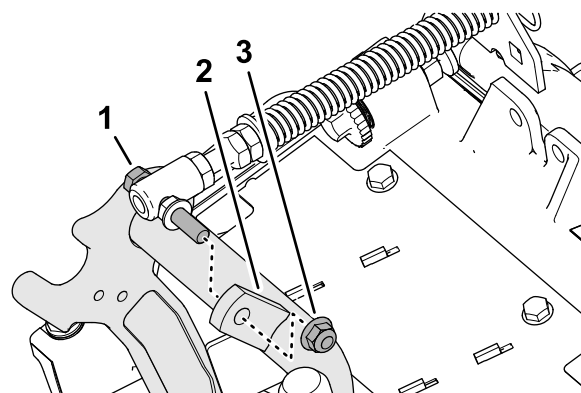

Рисунок 8
3. Отверните фланцевую контргайку (3/8 дюйма), которая крепит колпачковый винт пружины компенсации состояния грунта к правому выступу несущей рамы, и снимите пружину компенсации с режущего блока (Рисунок 8).